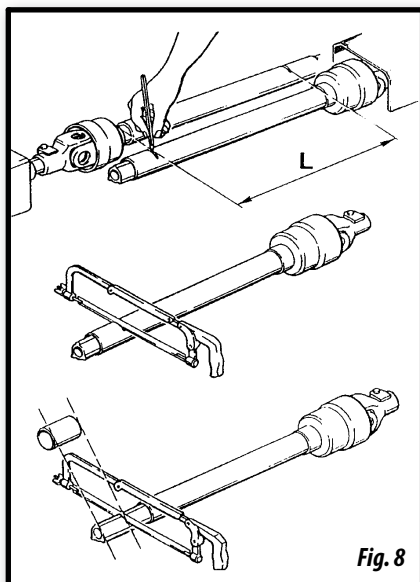

Fig. 8
- 1- Para ello, desmontarla e introducir un extremo en la toma de potencia del tractor y el otro en la sembradora. Buscar la longitud mínima de desplazamiento "L" (fig. 8), levantando y bajando el elevador hidráulico.